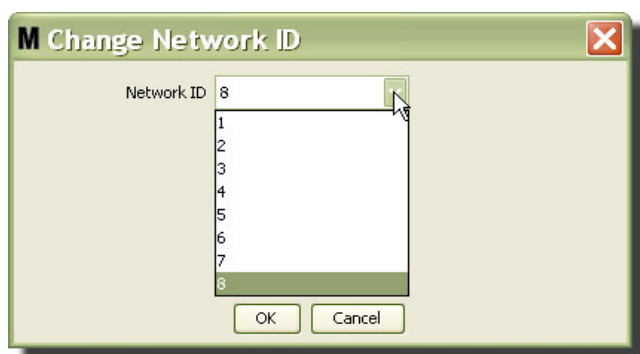

FIG. 60
3. Dans le menu déroulant de numéros d'identification de réseau disponibles, sélectionnez le numéro d'identification de réseau attribué à votre emplacement (Fig. 60). Cliquez sur "OK" pour fermer la fenêtre et enregistrer les modifications.